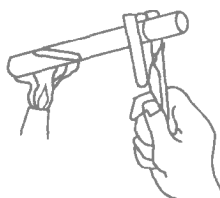

图 1.1.3 加热试管中液体
1) 直接加热 被加热液体在较高温度下稳定又无燃烧危险时，可以将盛有液体的器皿放在石棉网上用酒精灯直接加热。盛有液体的试管也可以直接放在火焰上加热（图 1.1.3）。